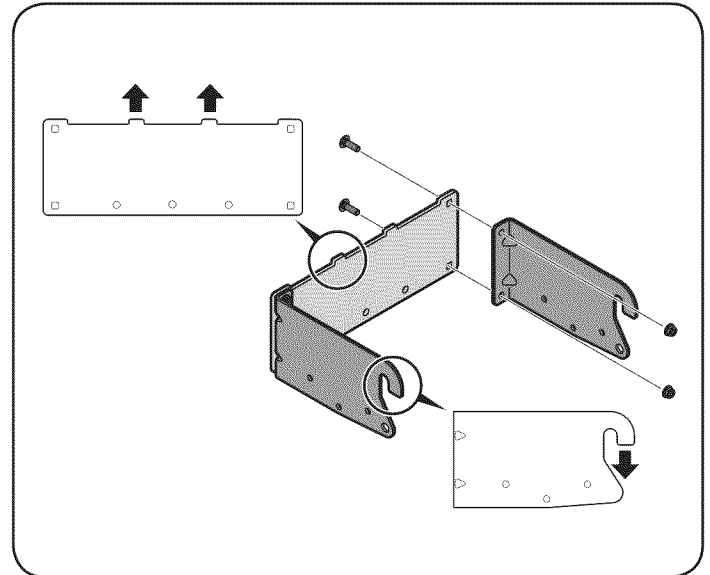

Figure 3
1. Una las ménsulas de enganche de ambos lados a la ménsula de unión trasera universal con los dos pernos del carro (710-0276) y las tuercas de seguridad con brida (712-04063) empacadas con las ménsulas de montaje. Coloque las ménsulas con los ganchos de las ménsulas del lado derecho y lado izquierdo de la podadora mirando hacia abajo, y las lengüetas de la ménsula de unión trasera universal mirando hacia arriba. Vea la Figure 3.